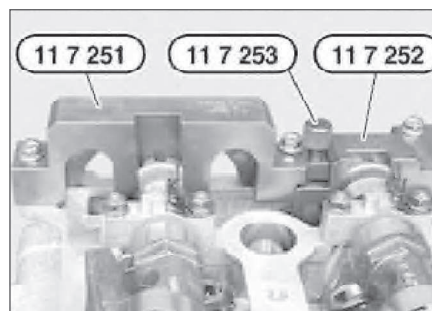

Рис. 3.178. Приспособление «11.7.251»
- Вывернуть болт с накатной головкой (приспособление «11.7.253») и снять с головки блока цилиндров все приспособления (рис. 3.178).